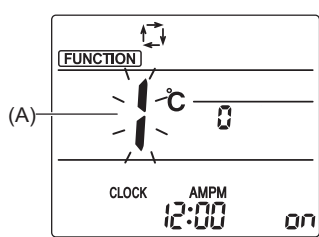

Fig. 6-11
1. Appuyez sur la touche **MODE** (1) pour arrêter le climatiseur.
2. Appuyez sur la touche **MENU** (2). L'écran Réglage des fonctions s'affiche et le n° de la fonction (A) clignote. (Fig. 6-11)